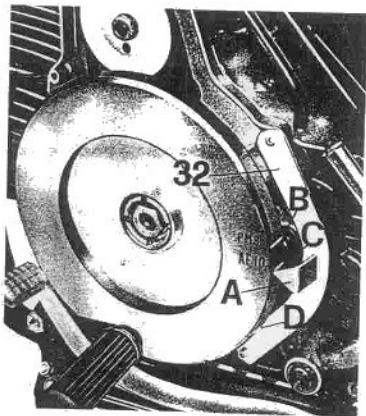

Fig. 113/1
- verificare l'apertura dei contatti del rottore (A di fig. 113) deve essere di mm. $0,42 \pm 0,48$;
- assicurarsi che il pistone sia a punto morto superiore, a fine fase di compressione, cioè con valvole chiuse. Il segno sul volano « P.M.S. » deve coincidere con il foro di centraggio (E di fig. 113) sul manicotto;
- ruotare il volano in senso antiorario finché il segno « AF10 » sul volano stesso si trovi in corrispondenza con il foro di centraggio (E di fig. 113) sul manicotto dentato. A questo punto i contatti del rottore devono dare inizio all'apertura.
- montare a mezzo viti sul coperchio interno del basamento lato volano l'attrezzo numero 10915500 (32 di fig. 113/1);